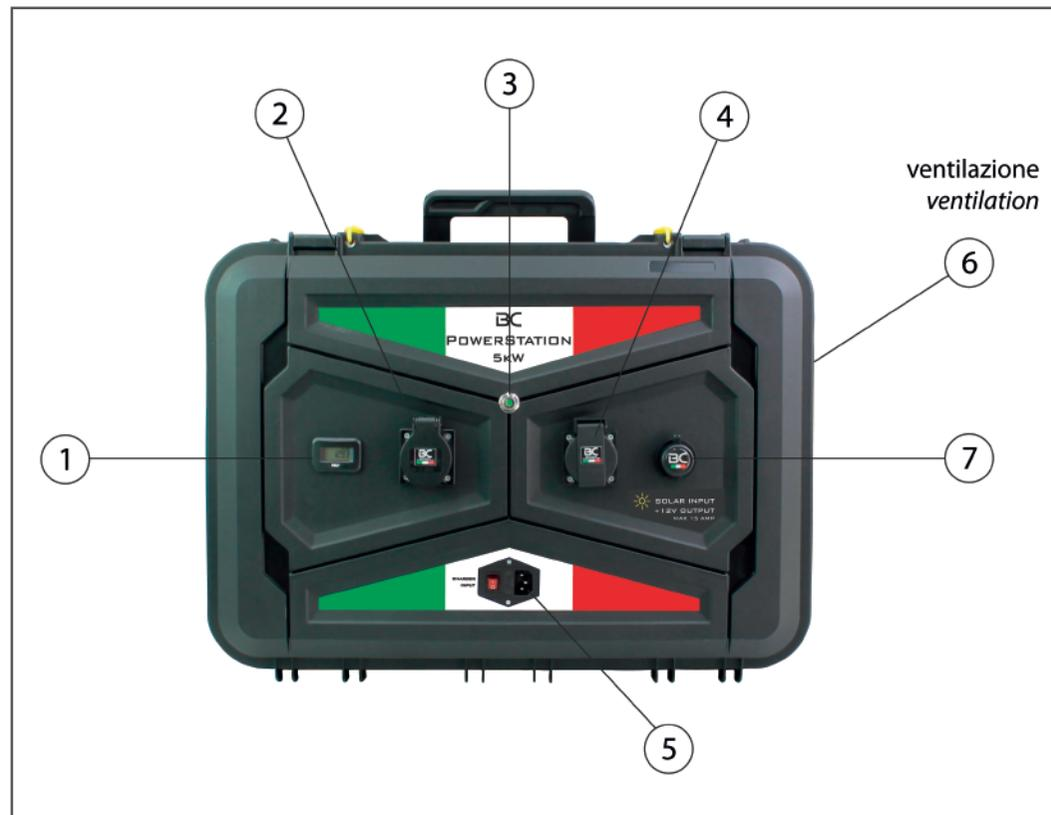

Figura 1 - BC PowerStation 5kW immagine del prodotto
- Le uscite 2 e 4 e l'ingresso di carica 5 (si veda foto Figura 1) non devono essere mai cortocircuitate.
- Non toccare collegamenti e contatti elettrici (punti 2, 4 e 5 della foto Figura 1) con oggetti metallici o con le dita (oppure altre parti del corpo).
- Garantire che le prese di ventilazione 6 (si veda foto Figura 1) siano sgombre da ostacoli esterni che possano ostacolare la corretta ventilazione e raffreddamento del prodotto medesimo.
- **Non collegare prese multipolari** (dette anche gergalmente ciabatte) a nessuna delle due prese 2 e 4 (Figura 1).
Il dispositivo BC PowerStation 5kW è stato concepito e progettato per l'alimentazione 230Vac 50Hz di terminali mobili ed elettrotensili in generale (ad esempio: trapani, fresatrici, lampade) dagli attacchi 2 e 4 indicati in Figura 1.
Inoltre è presente una presa accendisigari 12Vdc (punto 7 di Figura 1) con le seguenti funzioni:
Protezione ricarica batteria	Fusibile 230Vac 0.63 A ritardato inserito nella presa di alimentazione (punto 5 di Figura 1).
Attacco (punto 2 in Figura 1).	Tipo Schuko EU Classe I 230V 50Hz 11Amp, onda sinusoidale pura
Attacco (punto 4 in Figura 1).	Tipo Italiana Classe II 230V 50Hz 11Amp, onda sinusoidale pura
Attacco (punto 7 in Figura 1).	Connessione alla batteria interna 12Vdc. Corrente massima: 15Ampere.
Con riferimento all'immagine riportata in Figura 1, si possono riscontrare i seguenti elementi salienti del prodotto:
Collegare le utenze agli attacchi (2) e (4) mostrati in Figura 1, premere successivamente il pulsante di accensione (3) indicato in Figura 1.
- a. Collegare il cordone di alimentazione fornito a corredo del dispositivo con la presa a pannello frontale del dispositivo (punto 5 di Figura 1);
- c. Accendere l'interruttore presente sulla presa a pannello (punto 5 di Figura 1) e verificare che la luce interna rossa si accende/attiva;
- d. Monitorare la tensione sul voltmetro (punto 1 di Figura 1) e spegnere la ricarica nelle seguenti condizioni:
- a. Collegare il pannello solare in dotazione alla PowerStation (opzionale) con la PowerStation stessa utilizzando la presa accendisigari (punto 7 di Figura 1);
Premere il pulsante (punto 3 di Figura 1) in modo che la parte intera/mobile del pulsante stesso rimanga in posizione interna/incassata rispetto al corpo del pulsante stesso. A seguito dell'accensione del dispositivo, si potrà udire anche un breve beep acustico che attesta l'avvenuta accensione del dispositivo stesso: a partire da questo momento le due prese (punto (2) e (4) di Figura 1) sono attive ed forniscono un'alimentazione 230Vac 50Hz ad eventuali utenze ad esse collegate.
Premere il pulsante (punto 3 di Figura 1) in modo che la parte intera/mobile del pulsante stesso rimanga allineata rispetto al corpo del pulsante stesso: a partire da questo momento le due prese (punto (2) e (4) di Figura 1) non sono più attive e non forniscono alcuna alimentazione ad eventuali utenze ad esse collegate.
Il voltmetro a pannello (punto (1) in Figura 1) fornisce indicazioni sulla tensione ai morsetti della batteria. Nel caso in cui il prodotto sia tenuto spento e la tensione riportata dal voltmetro sia inferiore a 13.0V, la batteria ha una carica residua inferiore al 30% e, pertanto, necessita di essere ricaricata. Inoltre, se la tensione della batteria risulta essere inferiore a 11.5V durante il normale funzionamento del dispositivo, la batteria ha una carica residua inferiore al 30% e, pertanto, necessita di essere ricaricata.
- Scollegare eventuali utenze connesse con i punti (2) e (4) d'attacco indicati in Figura 1.
- Assicurarsi che il pulsante, punto (3) di Figura 1, sia in posizione di OFF.
Voltmetro (punto 1 di Figura 1), riporta una tensione inferiore a 5.0V	Il Battery Management System (BMS) incorporato nella batteria è intervenuto al fine di proteggerla ed evitare che possa danneggiarsi. L'intervento del BMS può essere dipeso dalle seguenti cause: <ul style="list-style-type: none"> • Eccessiva temperatura / sovra-riscaldamento della batteria; • Eccessiva sotto-scarica della batteria; Si raccomanda di lasciare a riposo la batteria per un tempo pari a circa 1h e ricaricarla non appena possibile.
Batteria non si ricarica	Se l'interruttore della presa alimentazione (punto 5 di Figura 1). Non si accende, il fusibile di alimentazione è guasto.
Utenze di spengono e si riaccendono in modo intermittente	Si è verificato un sovraccarico dell'inverter presente all'interno della PowerStation. Il distacco della potenza non causa danneggiamenti al dispositivo, si raccomanda tuttavia di diminuire la potenza richiesta sulle prese di parete (punto (2) e (4) di Figura 1).